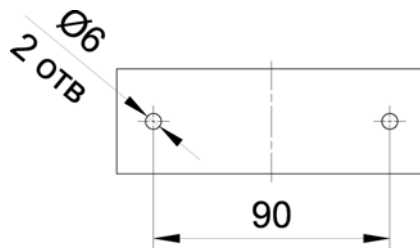
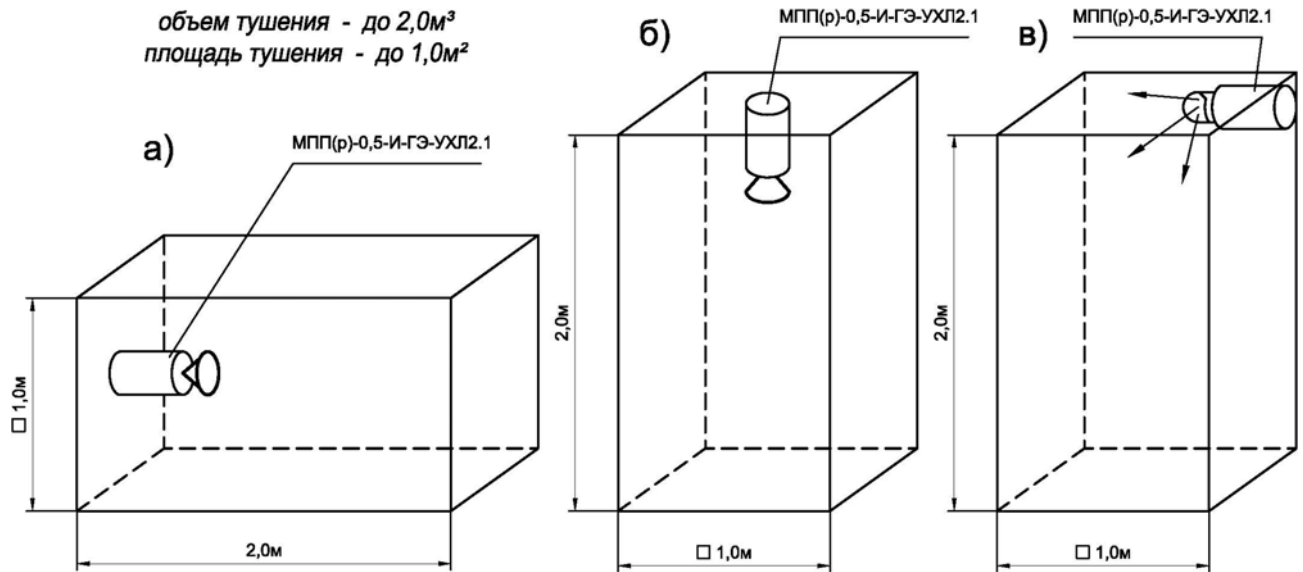

Рисунок 1.2. Расположение отверстий крепления в кронштейне модуля.
Рисунок 3. Размещение модулей в защищаемом пространстве.
- 6.1 Вынуть модуль из упаковки и произвести визуальный осмотр на предмет выявления дефектов корпуса, мембраны, распылителя и целостности пломбовых наклеек. Проверить комплектность. С помощью кронштейна установить модуль в верхней части защищаемого объекта. Расположение отверстий крепления для установки кронштейна модуля см. рис. 1.2. Крепление модуля на объекте может осуществляться с направленностью насадка-распылителя под любым углом. При защите площадей в помещениях модули устанавливаются выпускным насадком вертикально вниз на высоте  $2,0\pm 0,5\text{м}$ . При необходимости установки модулей горизонтально (кабельные каналы, лотки и т.п.) модули размещают с шагом 2,0м при условии их размещения в одном направлении подачи огнетушащего порошка или 4,0м при условии встречного направления подачи. Размещение и крепление модулей «БУРАН-0,5(шж4Т)» и «БУРАН-0,5(шм4Т-2СТ)» в отсеках транспортных средств производить по согласованию с организацией-разработчиком и эксплуатирующей организацией. Схемы размещения модуля в защищаемом пространстве и масштабное изображение области, в которой достигаются условия тушения, показаны на рис. 3.